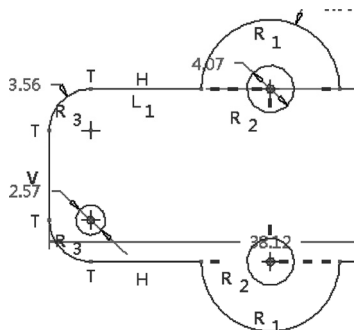
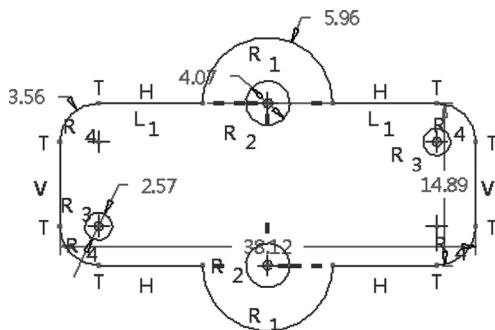

图 2-101 绘制一个小圆
图 2-102 再绘制一个小圆
9) 绘制两个小圆。在“草绘”组中单击 $\odot$ （圆心 and 点）按钮，以左下圆角中心为圆心绘制一个小圆，如图 2-101 所示。再以右上圆角中心为圆心绘制一个与左下角小圆半径相等的小圆，如图 2-102 所示。